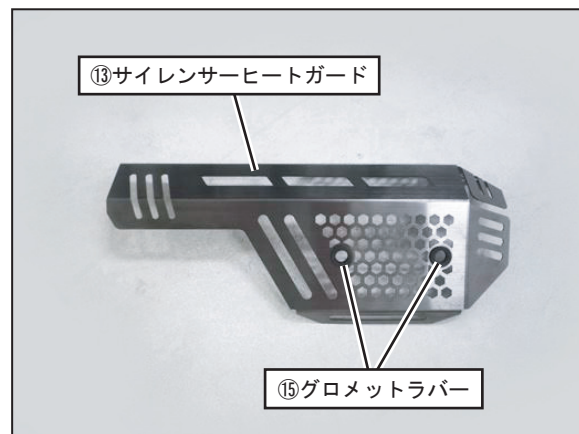

FIG. 16
14. ⑬サイレンサーヒートガードに⑮グロメットラバーを取り付けて下さい。(FIG. 16参照)